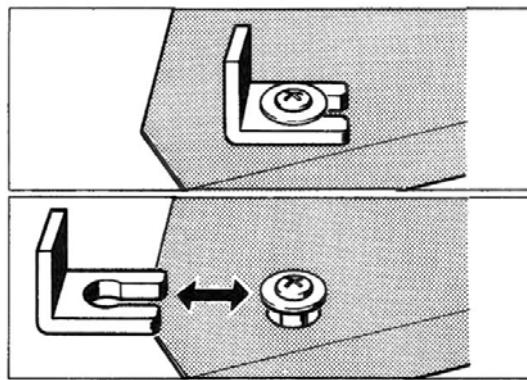

Fig. 1
- Entfernen Sie durch seitlichen Druck die beiden Transportsicherungen **13** (Fig. 1).
Remove the two transport lockings **13** by pressing them sideways (fig. 1).